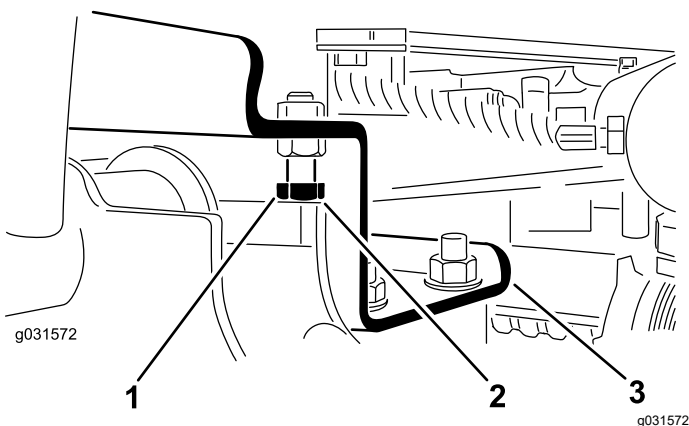

図 13
A. ストップボルトを戻す 図 13。
2. 各昇降アームとストップボルトとの隙間が、図 13 のように 0.13-1.02 mm の間にあるかどうか点検する。